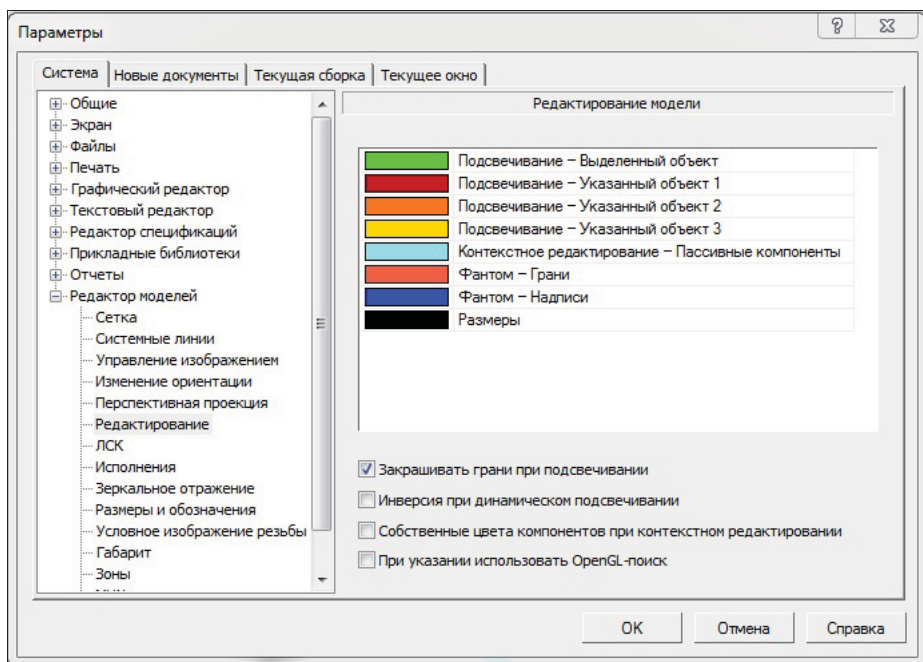

Рис. 27.3. Диалоговое окно **Параметры**
- ◆ щелкните ЛК мыши по пункту **Редактирование**. В правой части откроется панель **Редактирование модели** (рис. 27.3). Она позволяет настроить цвета объектов модели при их выделении и подсвечивании, а также задать цвета компонентов при их редактировании в контексте сборки: